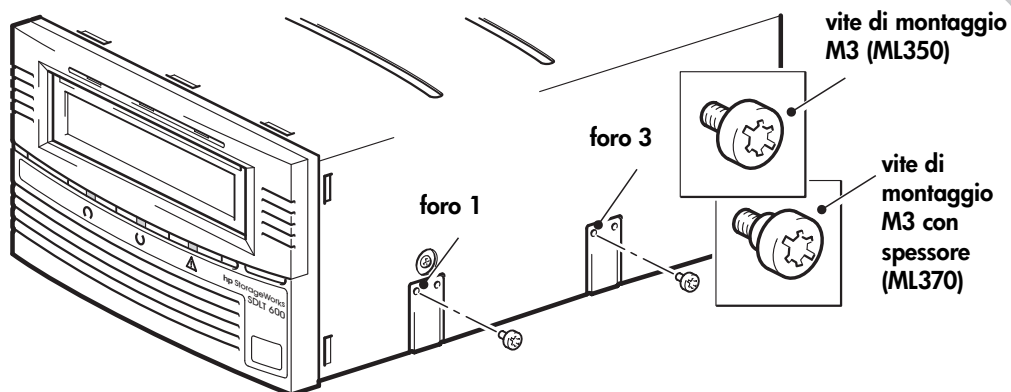

Figura 5c: fissaggio delle viti di montaggio in un tipico server HP ProLiant ML350 o 370
- 1 Utilizzare un cacciavite Torx T8 per fissare le viti di questo tipo. Può essere necessario acquistare a parte le viti M3. Posizionare le viti nei fori a destra dell'unità a nastro (fori 1 e 3), come illustrato nella figura 5c.